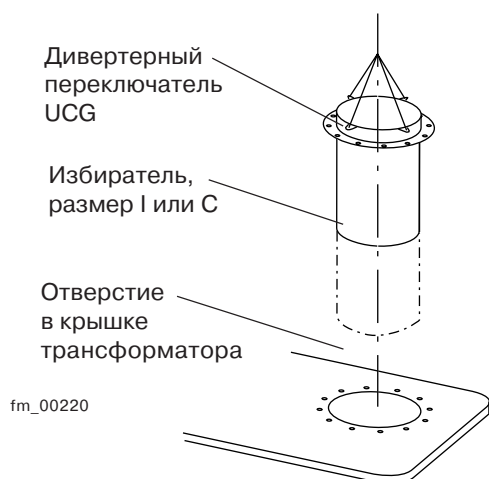

Рис. 8.
8. Поднимите собранное устройство РПН за подъемные проушины, как показано на Рис. 3, и осторожно опустите его через отверстие в верхней крышке трансформатора, см. Рис. 8. Установите устройство РПН в правильное положение для монтажа системы внешнего вала (см. чертеж трансформатора). Шпильки фланца на крышке трансформатора должны войти в отверстия на фланце корпуса дивертерного переключателя.